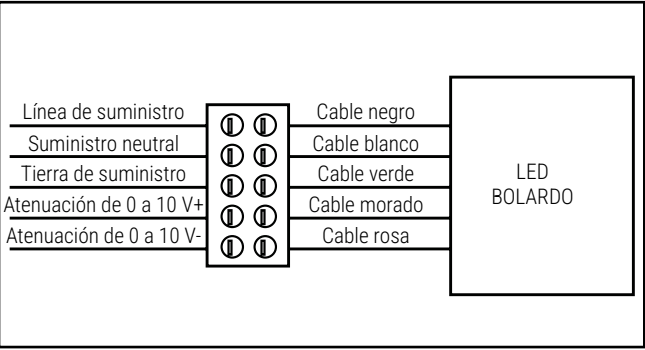

Figure 8.
- Conecte los cables, luego apriete el bloque de terminales con un destornillador plano y verifique que todos los cables estén bien conectados (Fig. 8) y apriete la arandela plana, la arandela elástica y las tuercas a 18 ft-lbs que fijan la base de montaje a la cimentación.